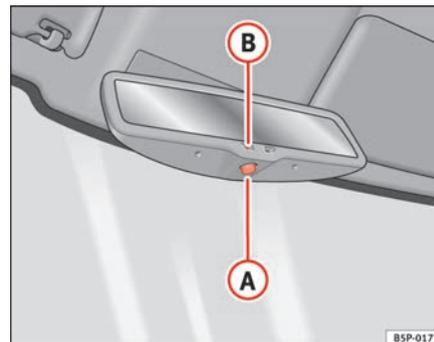

Abb. 89 Automatisch abblendbarer Innenspiegel
- Drücken Sie die Taste **A** ⇒ Seite 127, Abb. 89. Die Kontrollleuchte **B** erlischt.
- Drücken Sie die Taste **A** ⇒ Seite 127, Abb. 89. Die Kontrollleuchte leuchtet auf.